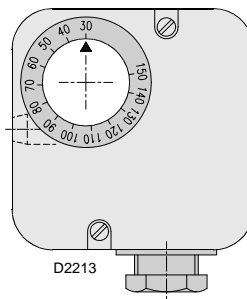

Fig. 20
- regolare il pressostato gas di massima (Fig. 20), posto sulla valvola a farfalla, a fine scala;